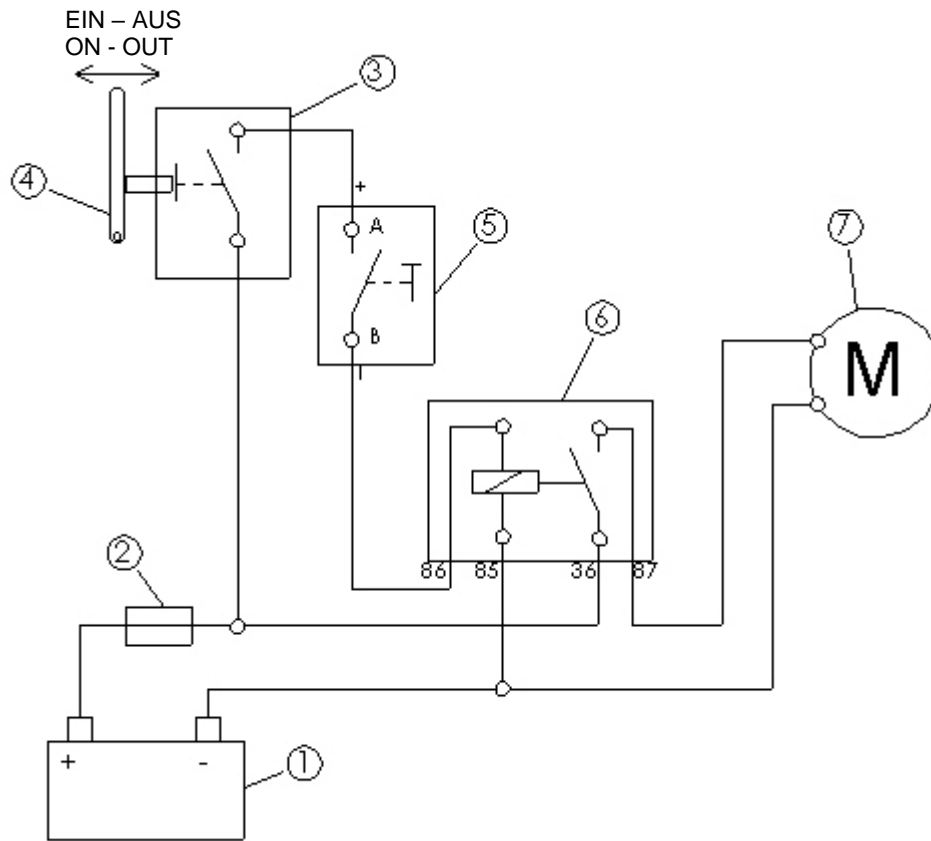

Abb. 7
Das Verlegen der elektrischen Kabel, (Querschnitt mind. 6 mm²) nach Abb. 7 vornehmen. Bei zwei elektrischen Rapstrennern muss alles entsprechend doppelt verlegt werden!
Batterie (Pos. 1): aufgrund der hohen Stromstärken unbedingt die Kabel hier direkt anschließen! (siehe Abb. 7)
Tastschalter (Pos. 3): so im Führerstand anbringen, dass bei Einschalten des Mähdrescherschneidwerkes mit dem Hebel (Pos. 4 siehe Abb. 7) der Schalterkontakt geschlossen wird. Es gibt Mähdrescher, bei denen das Schneidwerk nicht mechanisch mit Hebel (Pos. 4) sondern elektrisch über einen Kippschalter eingeschaltet wird. In diesem Fall ist die Leitung zum Drehschalter (Pos. 5) dort anzuschließen. Der Kippschalter übernimmt somit die Funktion des Tastschalters (Pos. 3).
- über einen Tastschalter (Pos. 3), der vom Schalthebel (Pos. 4) gedrückt wird. (siehe **Abb. 7**)